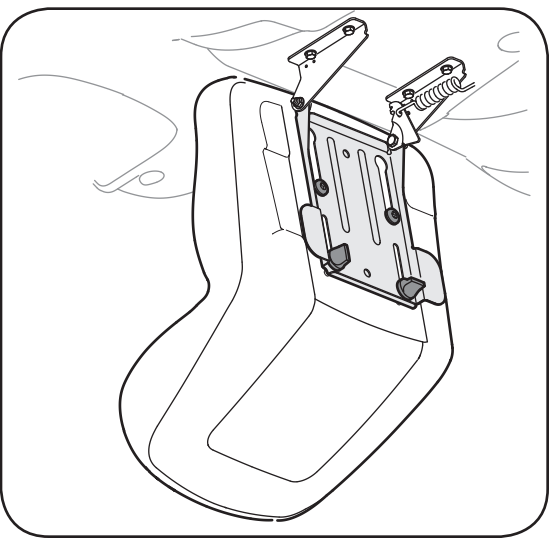

Figure 3-6
1. Placez les vis à épaulement (qui se trouvent sur la base du siège) dans les fentes du support de pivotement du siège. Voir la Figure 3-6.